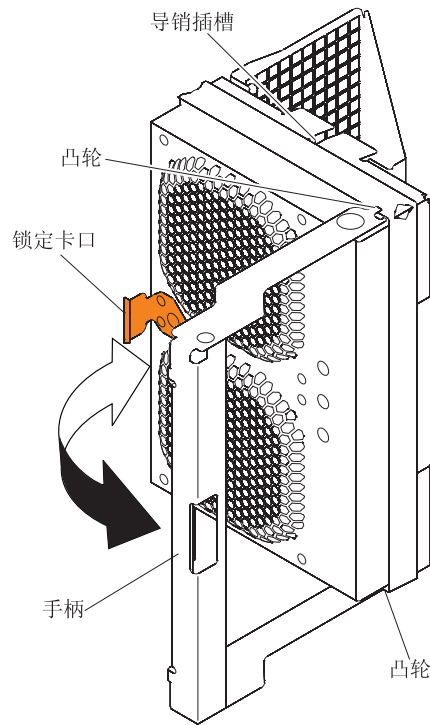

图 92. 卸下风扇组合件
- a. 在存储扩展机柜的后部，按压用于将风扇组合件手柄固定到位的锁定卡口，以卸下风扇组合件（请参阅图 92）；然后，朝着您的方向拉动风扇组合件。